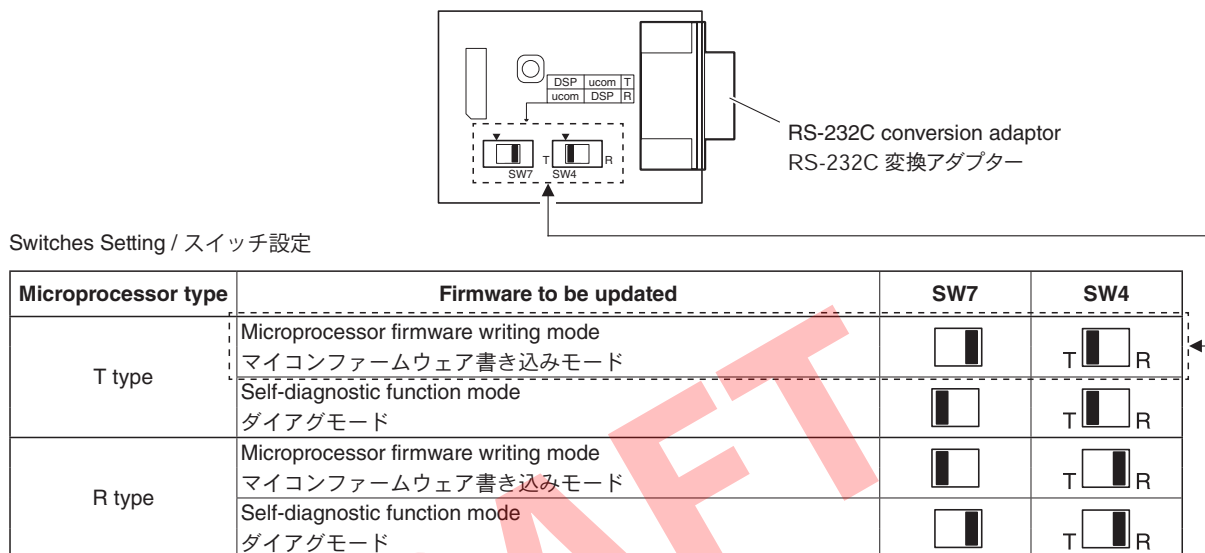

Fig. 1
- Set the switches on RS-232C conversion adaptor as shown below. (Fig. 1)
- RS-232C 変換アダプターのスイッチを下記のように設定します。(Fig. 1)